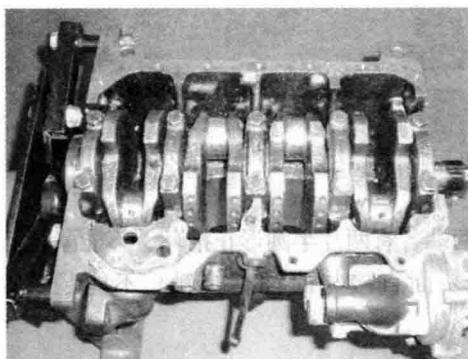

图 1-3 发动机转到底平面朝上
- 1) 将拆除油底壳、活塞连杆组件、机油泵及其他附件的发动机转到底平面朝上位置，如图 1-3 所示。